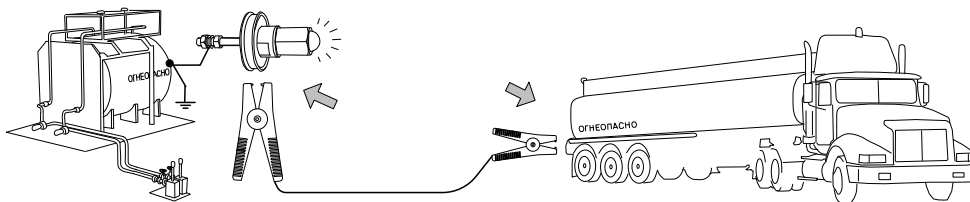
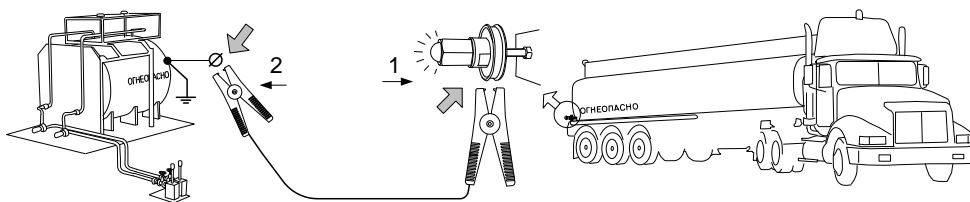

Рисунок 1
Рисунок 2
а) на пункте слива - налива (рисунок 1);
б) непосредственно на автоцистерне (рисунок 2).
2.1.2 Один зажим заземляющего проводника присоединяется к металлической части корпуса автоцистерны (рисунок 1) или магистрали заземления (рисунок 2), другой – к дисковым контактам индикатора.